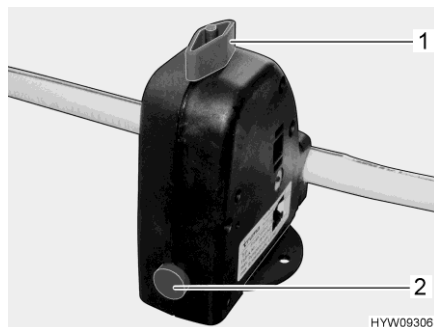

Fig. 83 Válvula de seguridad/purga (caldera)
La caldera está equipada con una válvula de seguridad/purga (Fig. 83). La válvula de seguridad/purga evita que el agua de la caldera se congele cuando no esté conectada la calefacción en caso de helada.
- Cerrar la válvula de seguridad/purga. Para ello, girar el botón giratorio (Fig. 83,1) a la posición transversal en referencia a la válvula de seguridad/purga y hundir el botón (Fig. 83,2).
- Abrir la válvula de seguridad/purga. Para ello, girar el botón giratorio (Fig. 83,1) a la posición longitudinal en referencia a la válvula de seguridad/purga. El botón (Fig. 83,2) salta hacia fuera. La caldera se vacía hacia fuera a través de la válvula de seguridad/purga.